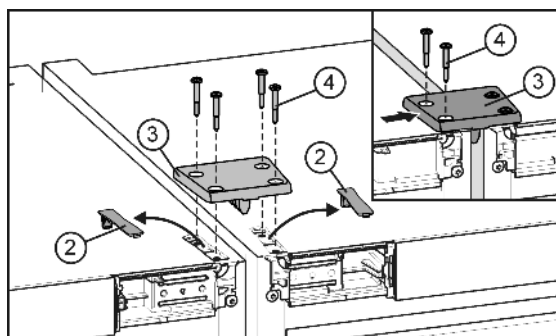

Fig. 5
- ▶ Выдвиньте из зацепления и снимите крышки Fig. 5 (2).
- ▶ Установите соединительную пластину Fig. 5 (3) и закрепите ее на одном устройстве с помощью двух винтов Fig. 5 (4).